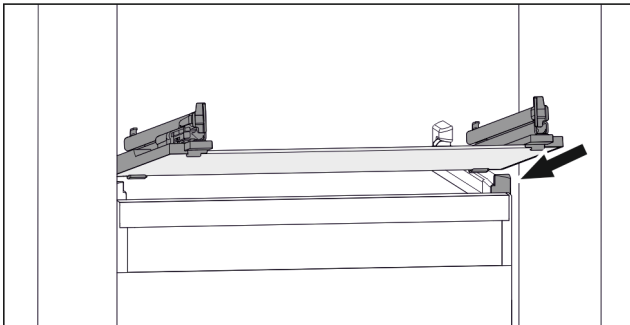

Fig. 110 Beispielhafte Darstellung der Glasplatte
- Glasplatte schräg hinter den Stoppern aufsetzen. (siehe Fig. 110)